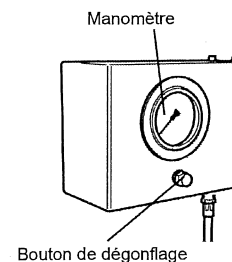

Fig. 18
- Appuyer sur la pédale de gonflage (fig. 20) et la relâcher régulièrement, en contrôlant à chaque fois la pression sur le manomètre (fig. 18), jusqu'à ce que le talon du pneumatique soit bien en place sur la jante.